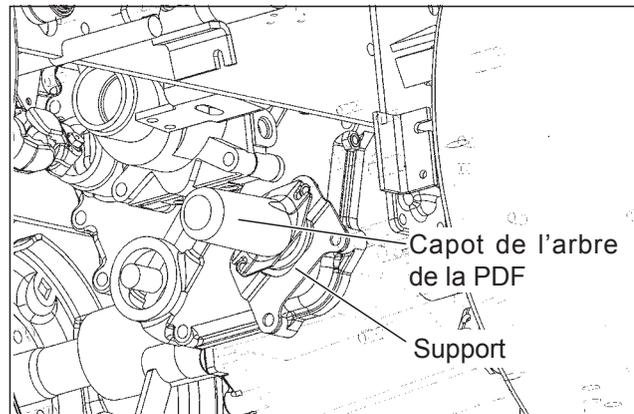

FIG. 5-2
1. Déposez les 2 boulons du carter de transmission et détachez du tracteur le capot sur l'arbre de la PDF et son support (voir fig. 5-2 & 5-5).